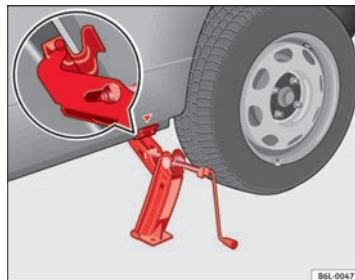

Fig. 147 Posizionamento del cric
- Applicare il cric in modo che la staffa faccia presa in corrispondenza della nervatura del montante inferiore e che la base mobile appoggi bene a terra ⇒ fig. 147.